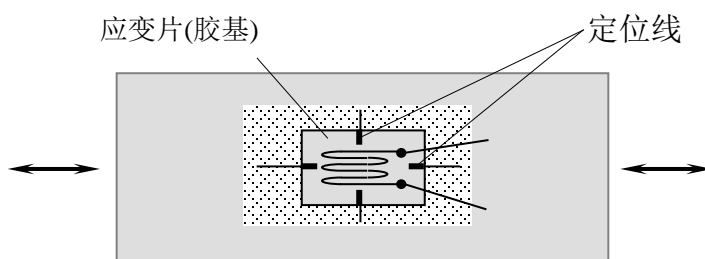

图 1-3 钢试件应变片粘贴示意图
(1) 应变片的粘贴: 注意分清应变片的正、反面(有引出线引出的一面为正面),用左手捏住应变片的引线,右手上胶,在应变片的粘贴面(反面)上匀而薄地涂上一层粘结剂(502 瞬间粘结剂)。待一分钟后,当胶水发粘时,校正方向(应变片的定位线与十字线交叉线对准,其电阻栅的丝绕方向与十字线中较长线的方向一致,即保证电阻栅的中心与十字交叉点对准,再垫上塑料薄膜,用手沿一个方向滚压 1~2 分钟即可。见图 1-3。